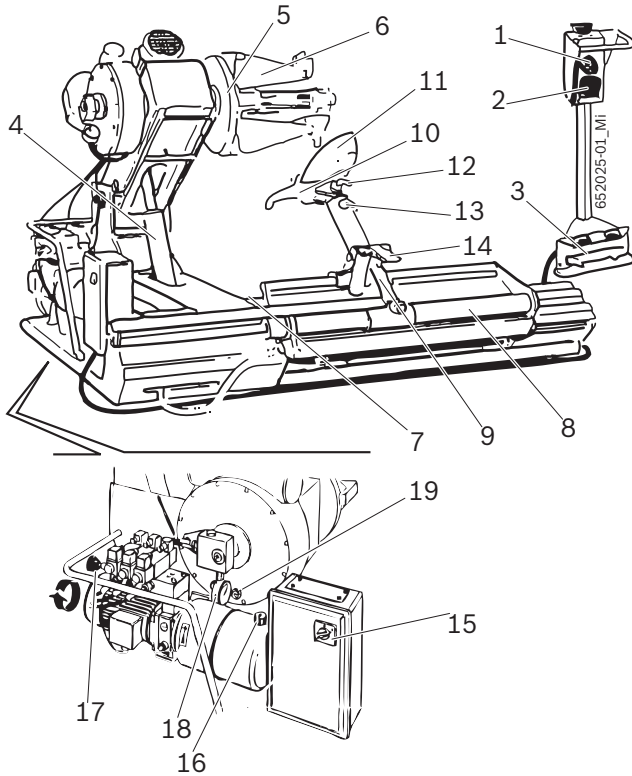

Fig. 1: TCE 5320
O flange de aperto funciona com circuito hidráulico de alta pressão, regulável de 20 a 130 bar rodando a manopla apropriada (Fig 1, pos. 17) e lendo o valor no manômetro (Fig. 1, pos. 18). A pressão normal de exercício é de 130 bar. Para jantes fracas ou particularmente finas é necessário diminuir esta pressão.
Para rodas com diâmetro inferior a 800 mm ou superior a 1500 mm, aconselha-se desenfiar a ficha da ferramenta de montagem (Fig. 1, pos. 12) e posicionar a no segundo furo.